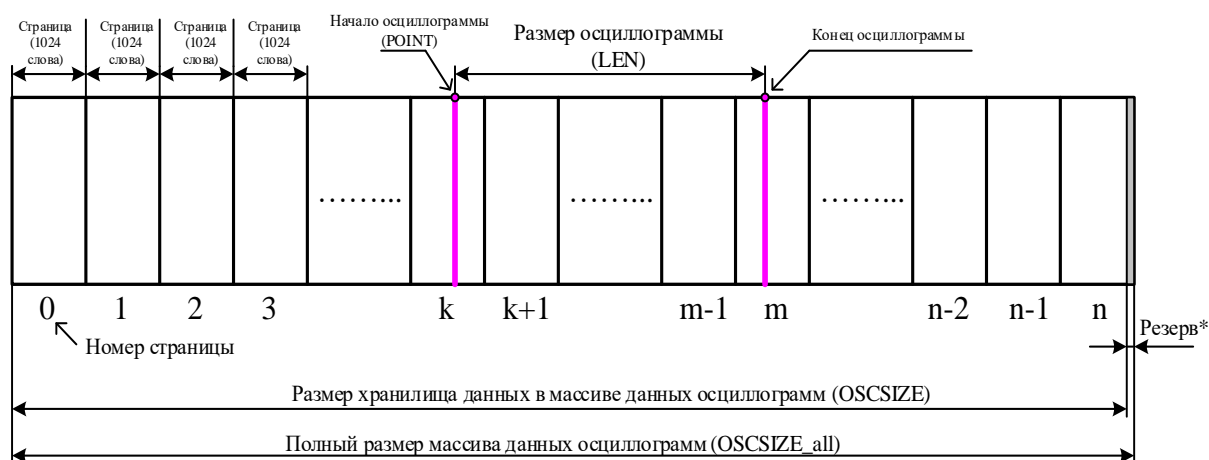

Рисунок 8.3
4. определить адрес начала и окончания осциллограммы в массиве данных осциллограмм (рисунок 8.3);
5. выделить искомую осциллограмму из хранилища данных осциллограмм (рисунок 8.3) и прочесть ее содержимое (при чтении осциллограммы выполняется ее переворот – рисунок 8.4);